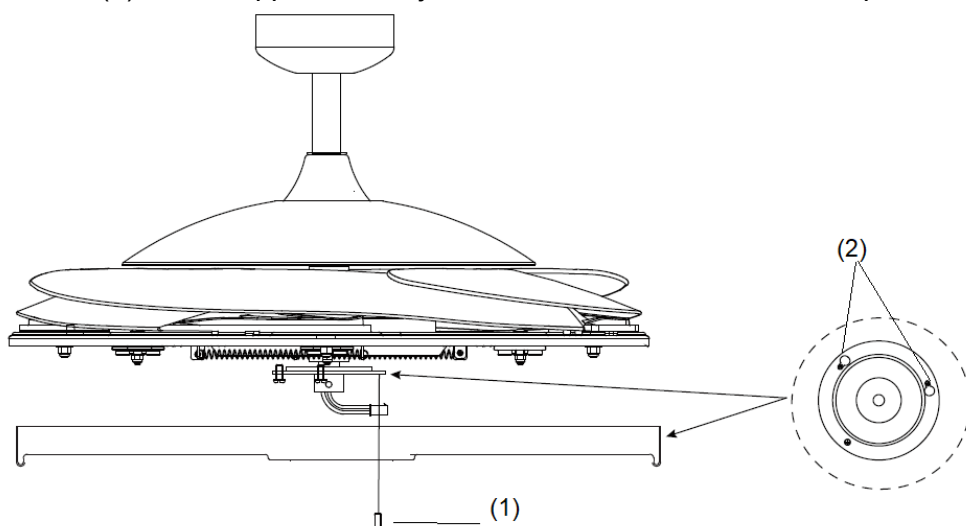

Fig. 6
### INSTALLATION DU KIT D'ÉCLAIRAGE (Fig. 6 & 7)
1. Dévissez la vis (1) du support du ventilateur. Alignez les 2 vis à tête fendue avec les encoches clés (2) du support du kit d'éclairage. (Fig. 6)
2. Tournez le kit d'éclairage dans le sens inverse des aiguilles d'une montre jusqu'à ce que les vis à tête fendue soient calées à l'extrémité des encoches (2).
3. Fixez la vis (1) sur le support d'abat-jour. Serrez les 3 fils. Évitez de trop serrer.